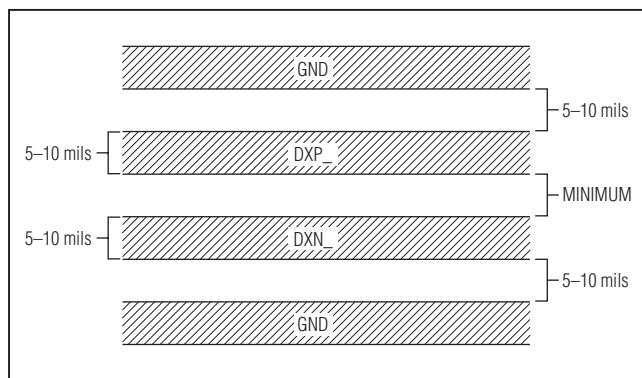

图5. 推荐的DXP_至DXN_ PCB走线，如果在DXN_和DXP_走线附近有高压走线，建议采用两个外部保护带
- 3) 使DXP_和DXN_走线保持平行并尽量靠近。应该用每对平行的走线连接一个远端二极管。使这些走线远离高压走线，例如+12V直流。由于DXP_和地之间 $20\text{M}\Omega$ 的泄漏通路即可引起大约 $+1^{\circ}\text{C}$ 的误差，所以必须严格处理PCB污染引起的漏流。如果不可避免使用高压走线，请将DXP_至DXN_引线两侧的保护带连接到GND（图5）。